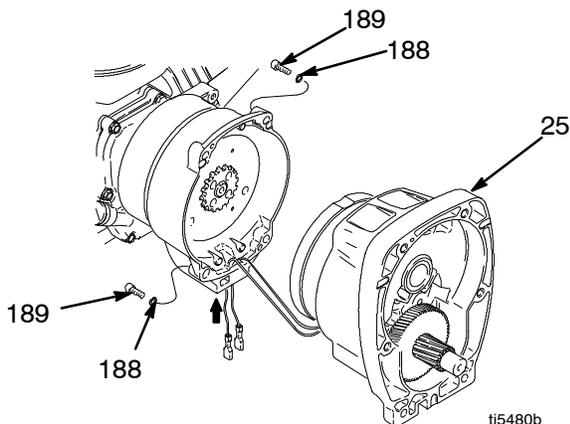
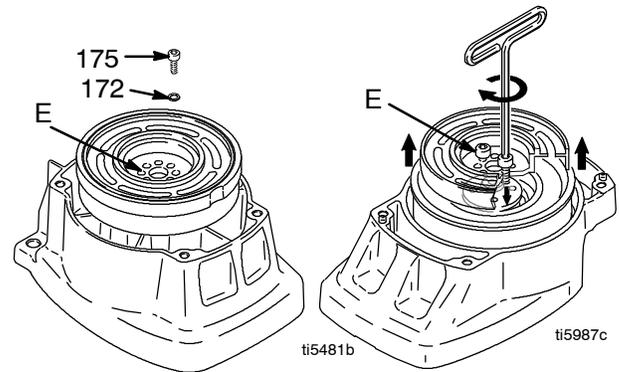

Abb. 4
Abb. 5
4. Abb. 4. Vier Schrauben (189) und Federringe (188) und den Getriebebesatz (25) entfernen.
5. Abb. 5. Den Getriebebesatz (25) mit der Kupplungsplatte nach oben auf die Werkbank legen.
6. Vier Schrauben (170) und Federringe (172) entfernen. Zwei Schrauben in die Gewindelöcher (E) in der Kupplungsplatte eindrehen. Schrauben so weit abwechselnd eindrehen, bis die Kupplungsplatte herauskommt.
9. Abb. 5. Den Getriebeatz mit dem Rotor nach oben auf die Werkbank legen.
10. Loctite auf die Schrauben auftragen. Vier Schrauben (170) und Federringe (172) installieren. Die Schrauben abwechselnd mit 125 in-lb festziehen, bis die Kupplungsplatte sicher befestigt ist. Zur Befestigung der Kupplungsplatte Gewindelöcher verwenden.
11. Abb. 4. Den Getriebeatz (25) mit fünf Schrauben (189) und Federringen (188) einbauen.